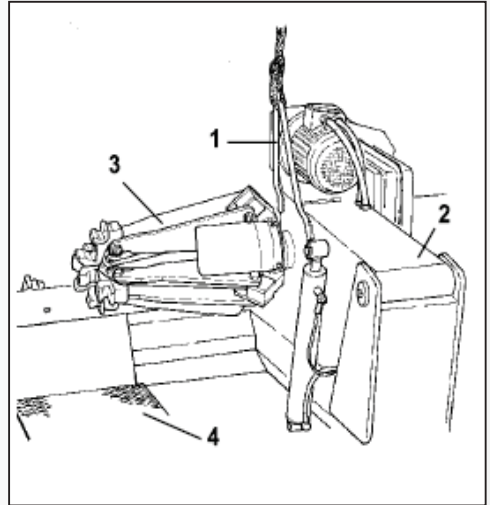

Рисунок 33
(на стенде для транспортировки установлена вилка 1 (рис. 33).
- 1) Опустите вниз до конца кронштейн самоцентрирующейся цанги 2 (рис. 33).
- 2) Полностью сложите кронштейны цанги 3 (рис. 33).
- 3) Каретку 4 (рис.33) до упора подведите к кронштейну.